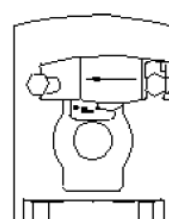

Fig. 9
6. Työnnä teräpintaa vasempaan. Fig 9.